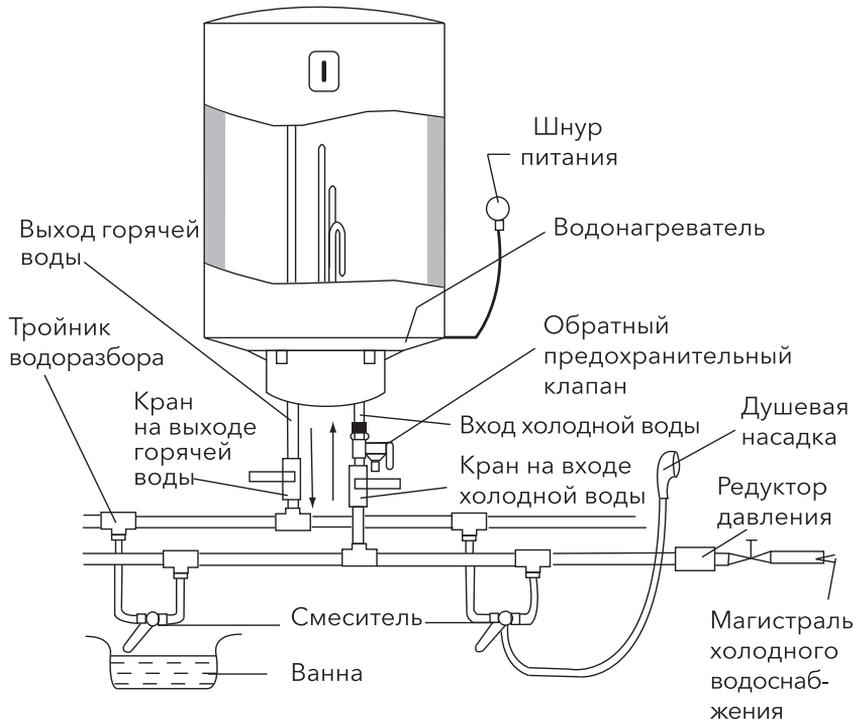

Рис. 6.
4. Если необходимо реализовать многоканальную систему водоснабжения, используйте способ соединения (см. рис. 6).